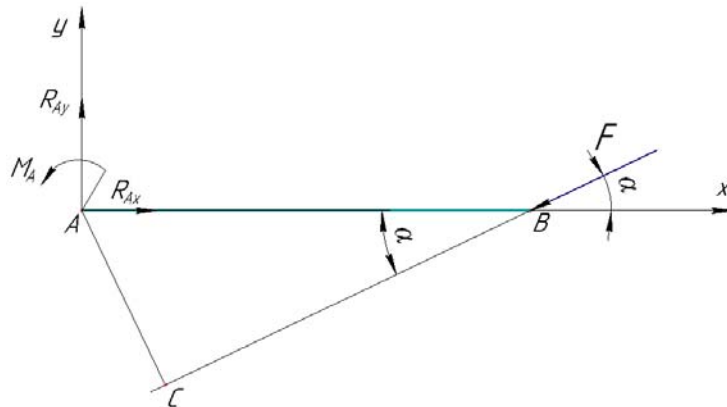

Рисунок 4 – К определению реакции заделки
*Решение.* Освободим балку от связи и заменим ее действие на балку силами  $R_{Ax}$  и  $R_{Ay}$  (составляющими полной реакции) и моментом  $M_A$  (рисунок 4).